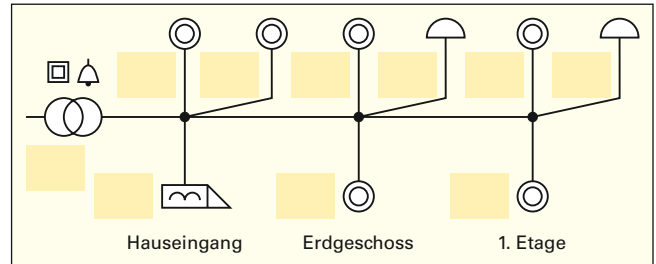

Bild 1: Übersichtsschaltplan
- Der Übersichtsschaltplan im **Bild 1** (Kennbuchstaben der Betriebsmittel fehlen) zeigt eine Klingel- und Türöffneranlage für ein Gebäude mit zwei Wohnungen. Ergänzen Sie die **Tabelle** mit allen notwendigen Bestandteilen einer Klingel- und Türöffneranlage. Tragen Sie anschließend die entsprechenden Kennbuchstaben in **Bild 1** ein.
a) die Kennbuchstaben im Übersichtsschaltplan (**Bild 1**) und